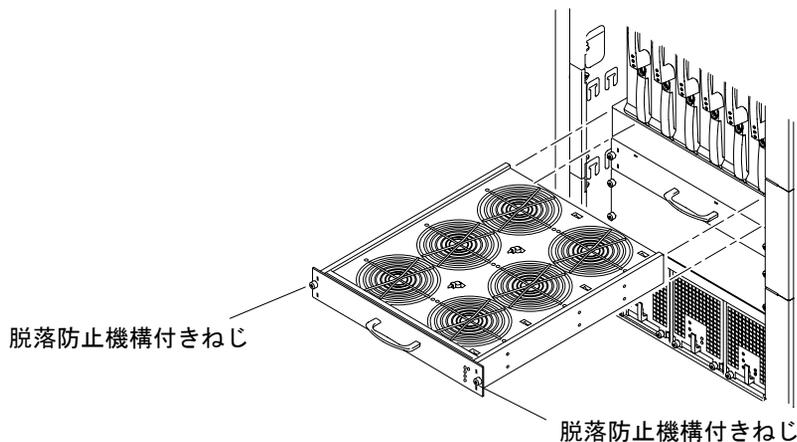

図 6-3 正面ファントレーの取り外しまたは取り付け — Sun Fire E6900 システム
5. ファントレーをスライドさせて取り出します (図 6-3)。